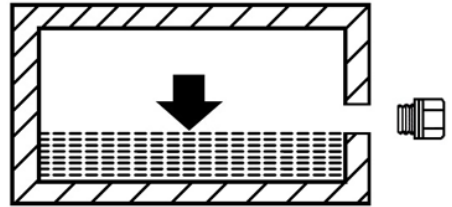

Рис. 23 Уровень масла в вибраторе
7. После заправки убедитесь, что уровень масла соответствует нижней кромке контрольного отверстия (Рис. 23).